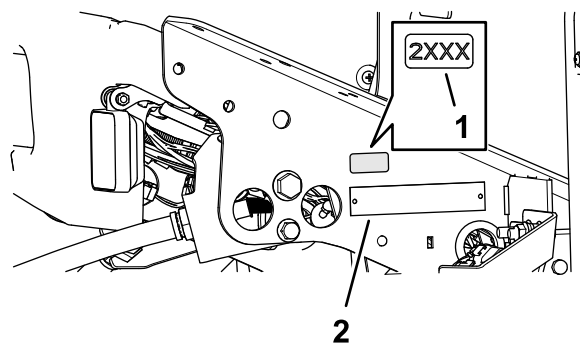

Figura 35
1. Folosii alcool sanitar i o lavetă curată pentru a curăa zona suportului de podea de lângă plăcuă cu numărul de serie i lăsa-i suportul să se usuce (Figura 35).